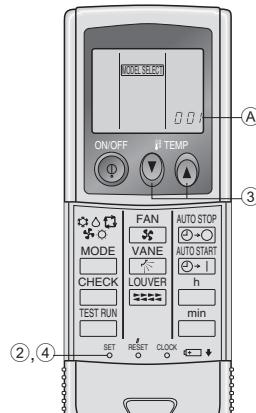

Рис. 6-3
- ① Закрепите держатель пульта дистанционного управления в выбранном Вами месте с помощью двух самонарезающих винтов.
- ② Вставьте низ пульта в держатель.
3) Настройка (Рис. 6-3)
- ① Вставьте батарейки.
- ② Нажмите кнопку SET остроконечным предметом.
- ③ Нажмите кнопку temp **① ④**, чтобы настроить No. модели.
- ④ Нажмите кнопку SET остроконечным предметом.